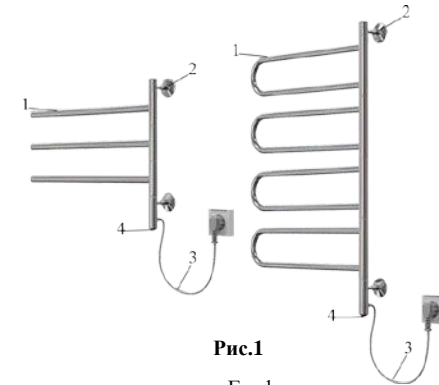

Рис.1
2.3. Полотенцесушители электрические бытовые отличаются по форме, размерам, мощностью, температурой поверхности и состоят из следующих основных узлов: 1 - корпус; 2 - кронштейны для креплений; 3 - шнур подключения длиной 1,5 м; 4 - выключатель (рис. 1).